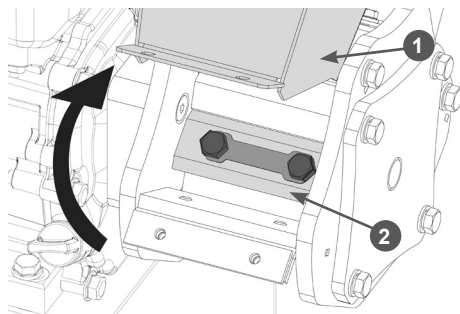

Рис. 25. Обслуживание ножей
- Открутите гайки и болты М6 и поднимите загрузочную воронку 1 (Рис. 25).
- С помощью ручного стартера двигателя медленно проверните барабан с ножами так, чтобы болты крепления ножа 2 оказались максимально доступны (Рис. 25).